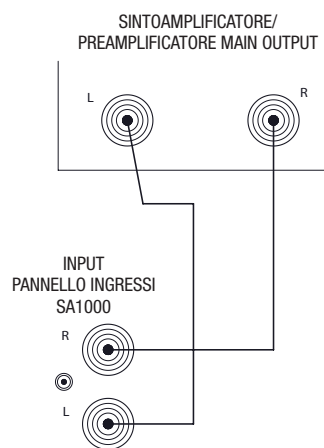

Figura 5
1. Collegare un cavo RCA a due canali tra l'uscita principale Left & Right del sintoamplificatore/preamplificatore ai rispettivi connettori INPUT sul pannello posteriore del SA1000, come mostrato in Figura 5.